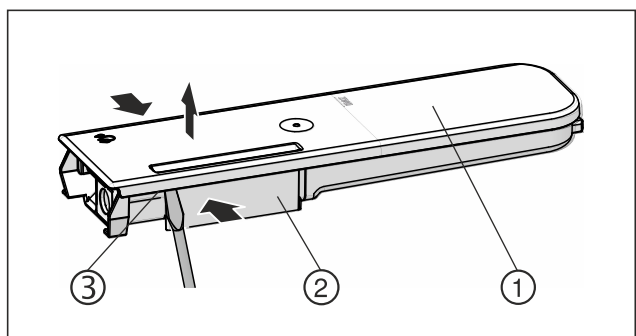

Fig. 128
- ▶ Stlačte zásobník na vodu Fig. 128 (2) a veko Fig. 128 (1) opatrne vypáňte a vytiahnite nahor cez západkové výstupky Fig. 128 (3).
- ▶ Vekom Fig. 128 (1) zľahka pohybujte sem a tam a odoberte ho smerom nahor.